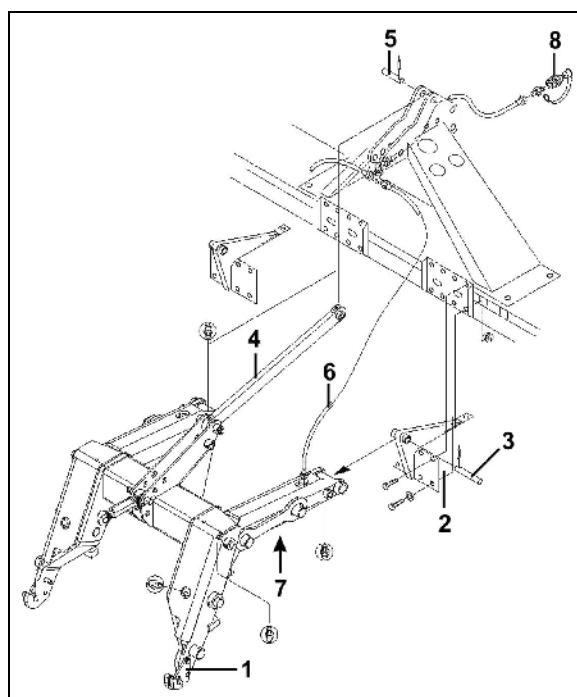

Fig. 65
2. Konsole (Fig. 65/2) an der Bodenbearbeitungsmaschine anschrauben.
3. Hubrahmen (Fig. 65/1) in einen Kran einhängen.
4. Hubrahmen mit Bolzen (Fig. 65/3) an den Konsolen (Fig. 65/2) befestigen und mit Spannstiften sichern.
5. Den Oberlenker (Fig. 65/4) am oberen Dreipunkt der Bodenbearbeitungsmaschine mit einem Bolzen (Fig. 65/5) befestigen und mit einem Spannstift sichern.
6. Den vormontierten Hydraulikschlauch (Fig. 65/6) an beiden Hydraulikzylindern (Fig. 65/7) anschließen und an der Bodenbearbeitungsmaschine mit Kabelbindern befestigen.
7. Kupplungsstecker (Fig. 65/8) am Traktor an ein einfach wirkendes Steuerventil anschließen. Hubrahmen von der Traktorkabine aus mit Druck beaufschlagen und die Hydraulikanlage auf Leckstellen überprüfen. Leckstellen gegebenenfalls beseitigen